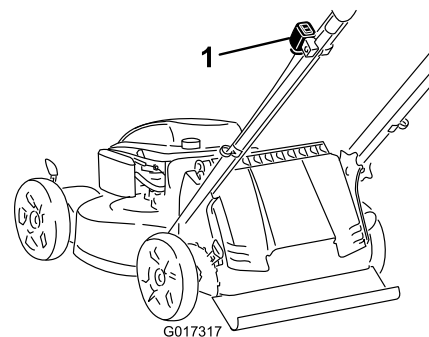

Figura 19
2. Para modelos de arranque eléctrico, presione el botón para arrancar el motor (Figura 19).